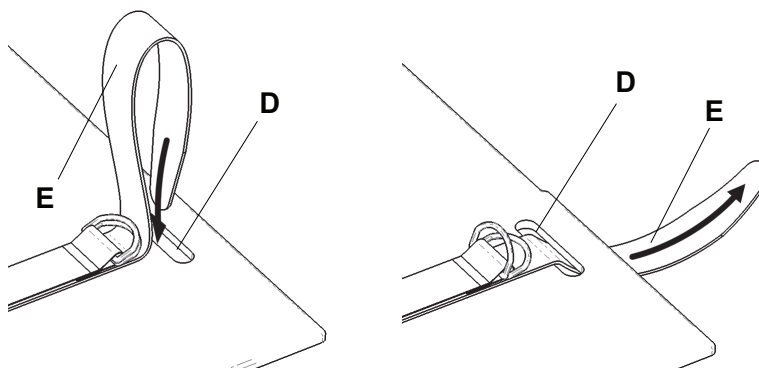

Figura 2 – Inserimento delle cinghie di ancoraggio
8. Far passare la cinghia di ancoraggio (E) nel foro dello schienale (D) (Figura 2).